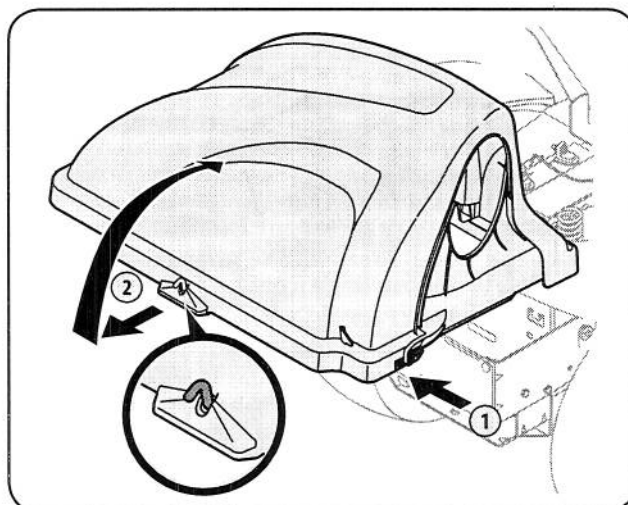

Figure 4-18
7. Ouvrez le capot en appuyant sur l'arrière, la languette du côté droit avec votre main droite, comme illustré au point 1 de la figure 4-18, et levez le couvercle avec votre main gauche placée sur l'arrière du centre du couvercle du dispositif d'ensachage, point 2.